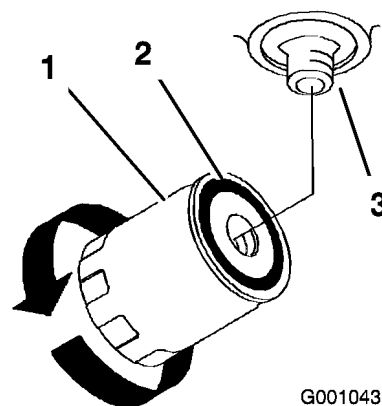

Figura 57
4. Aplique una capa fina a la junta de goma del filtro nuevo (Figura 57).
6. Llene el depósito de aceite hidráulico con aceite hidráulico hasta que éste rebose por encima del filtro, gire el filtro en el sentido de las agujas del reloj hasta que la junta de goma entre en contacto con el adaptador del filtro, luego apriete el filtro media vuelta más (Figura 57).